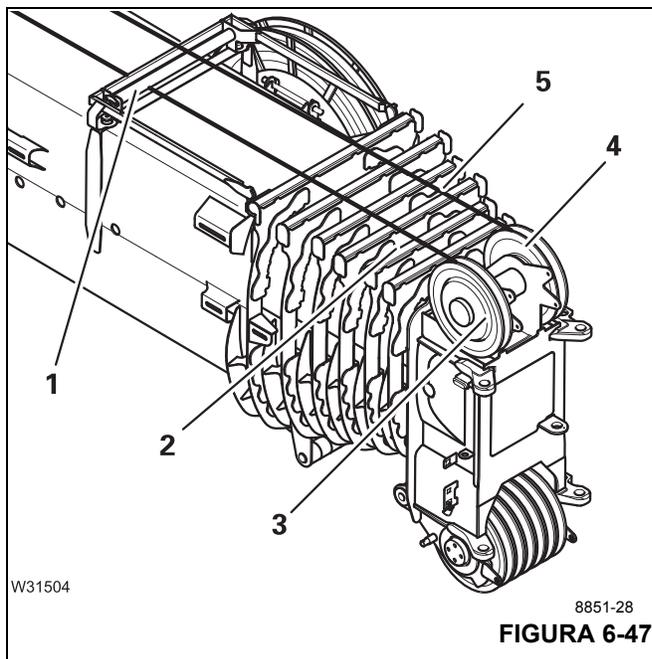

FIGURA 6-47
- Alimente el cable de elevación principal (2, Figura 6-47) bajo el asidero de cable (1).